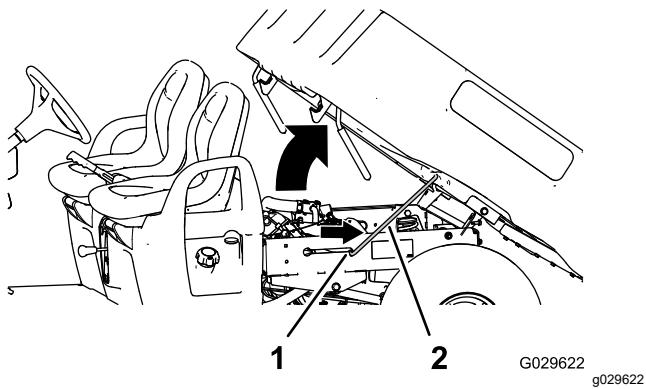

図 13
2. プロップロッドを固定スロットにはめ込んで荷台を固定する図 13。
2. 荷台の底部のスロットにはめ込んでいた支え棒を外す図 13。
3. ラッチがかかるまで荷台を確実に降ろす図 13。